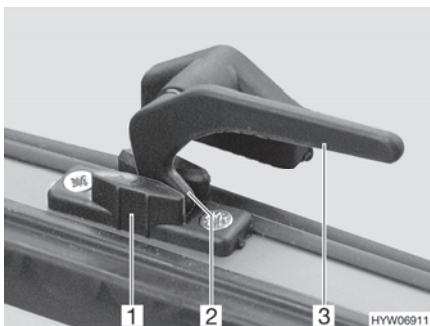

Bild 48 Låsarm i läget "kontinuerlig vädning"
- I läget "kontinuerlig vädning" (Bild 48)
- Sväng låsarmen (Bild 48,3) ett kvarts varv mot fönstrets mitt.
- Vrid tillbaka alla låsarmar. Därvid måste låsspaken (Bild 48,2) föras in i spåret på fönsterlåset (Bild 48,1).